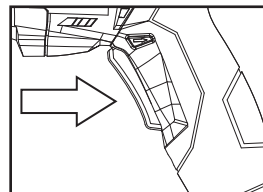

Fig. 4
- > Appuyer sur la partie supérieure du bouton Marche/Arrêt [2] pour utiliser l'appareil en rotation dans le sens inverse des aiguilles d'une montre (Fig. 4).